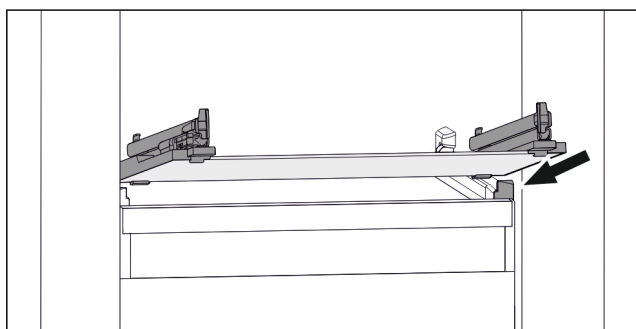

Fig. 54 Exempel på glashylla
- ▶ Sätt på glashylla i vinkel bakom stopplackarna. (se Fig. 54)